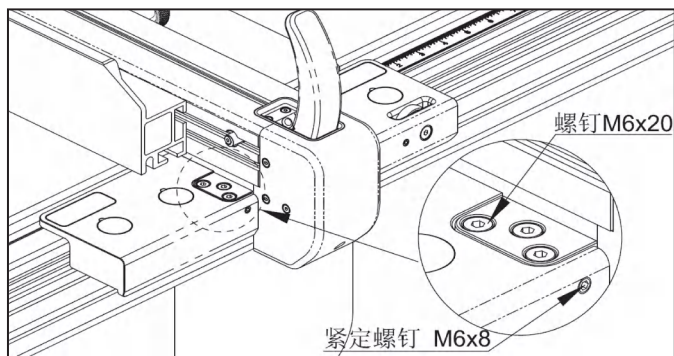

图 7-1
- (1) 如图 7-1，拉起锁紧把手，使用六角扳手拆下 6 颗 M6x20 螺钉、松开 2 颗 M6x8 紧定螺钉 2 圈，拆下靠山本体组件。